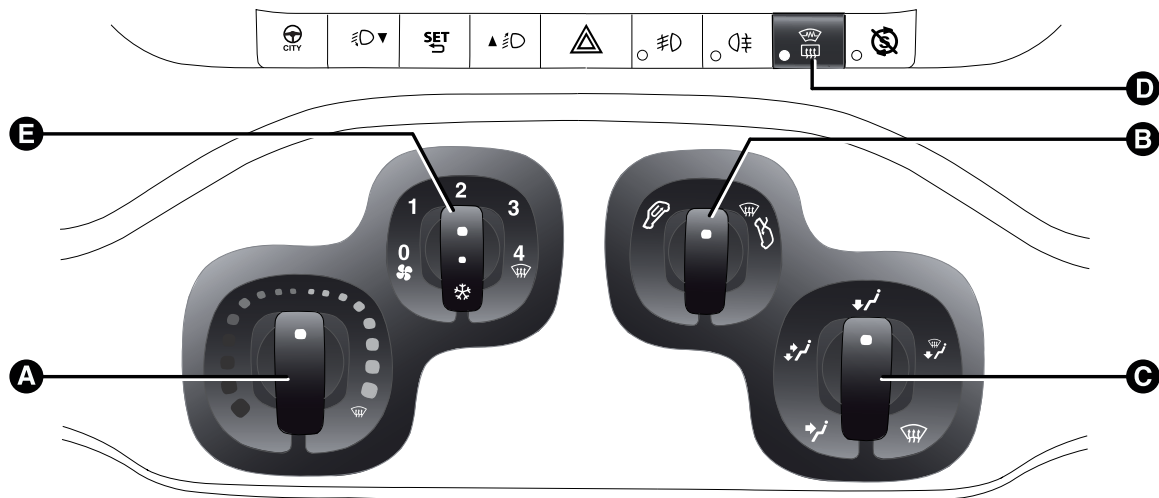

fig. 27
A Selector de temperatura aire (rojo-caliente/azul-frío) fig. 27
B Selector de recirculación de aire fig. 27
C Selector de distribución del aire fig. 27
D Botón de activación/desactivación de la luneta térmica, espejos retrovisores calefactados/parabrisas calefactado (para versiones/países donde esté previsto)fig. 27.
E Selector velocidad del ventilador y activación/desactivación del climatizador fig. 27 (para versiones/países donde esté previsto). Pulsando el selector se activa el climatizador; al mismo tiempo se enciende el LED en dicho mando; esta operación permite una refrigeración más rápida del habitáculo. .
- ☐ girar el selector A fig. 27 hacia la derecha para aumentar la temperatura;
- ☐ girar el selector A fig. 27 hacia el sector rojo;